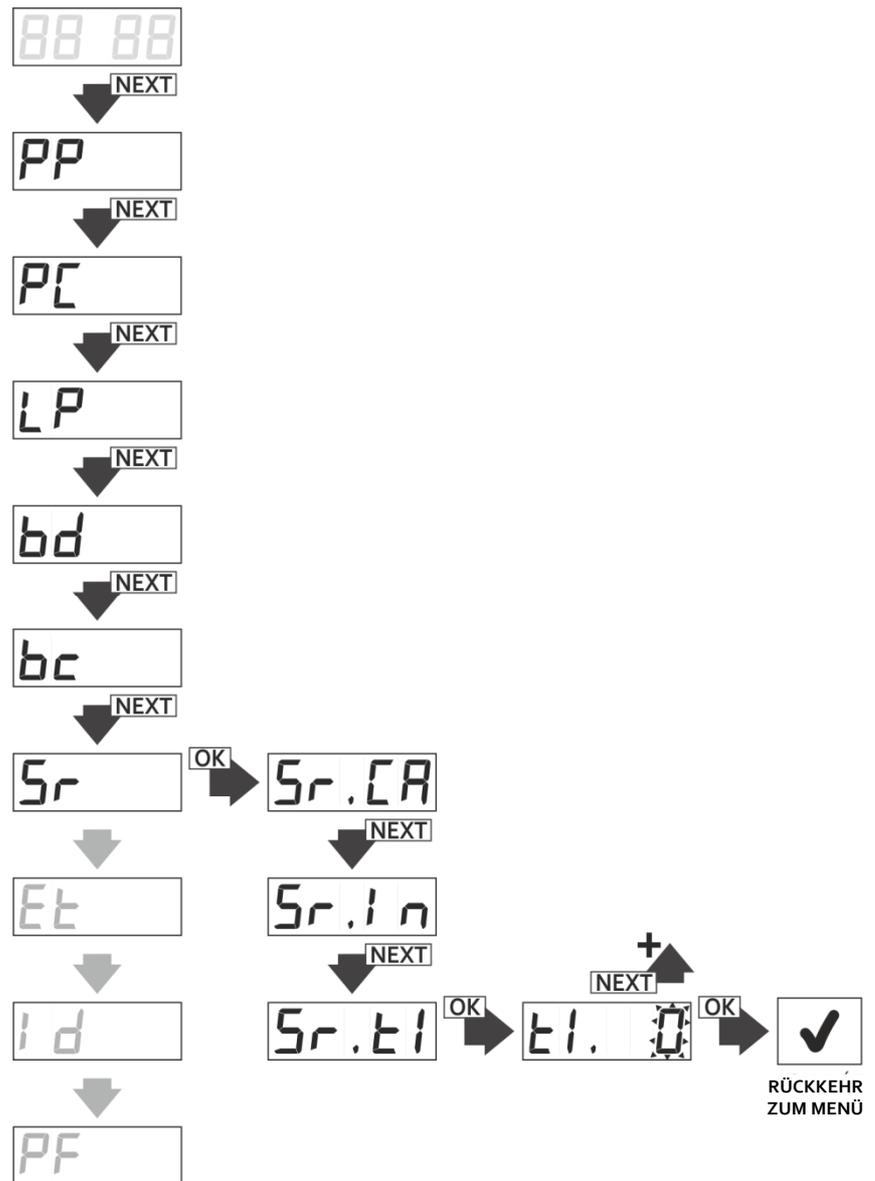

Abb. 25 Programmierung der Berührungszeit (Verzögerung) des Einganges der manuellen Steuerung, Funktion Sr.ti.
- gehen Sie mit der Taste NEXT zu der Funktion Sr.tl über; ok/esc-Taste drücken, um die Funktion einzugeben - das Display zeigt 'tl.0' an (Abb. 25)